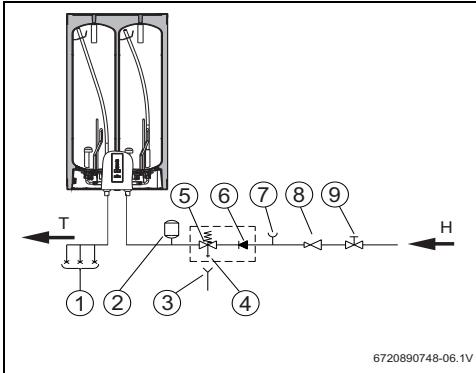

Fig. 7 Sistema cerrado (presurizado)
- ▶ En un sistema cerrado y bajo presión (Fig 7) deben usarse llaves de paso mixtas en los puntos de descarga.
- Montar la válvula de seguridad en la conexión de agua fría del acumulador (Fig. 7).
- Instale la válvula de reducción de presión (Fig. 7).